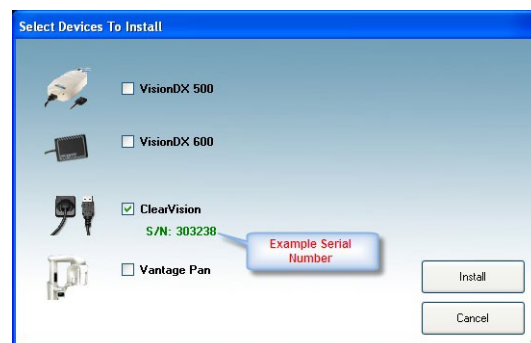

Figure 4 : Sélectionnez les familles de dispositifs à installer
- L'écran de la Figure 4 s'affiche. Sélectionnez ClearVision et toutes les autres familles de dispositifs qui doivent être utilisées par le logiciel d'imagerie.